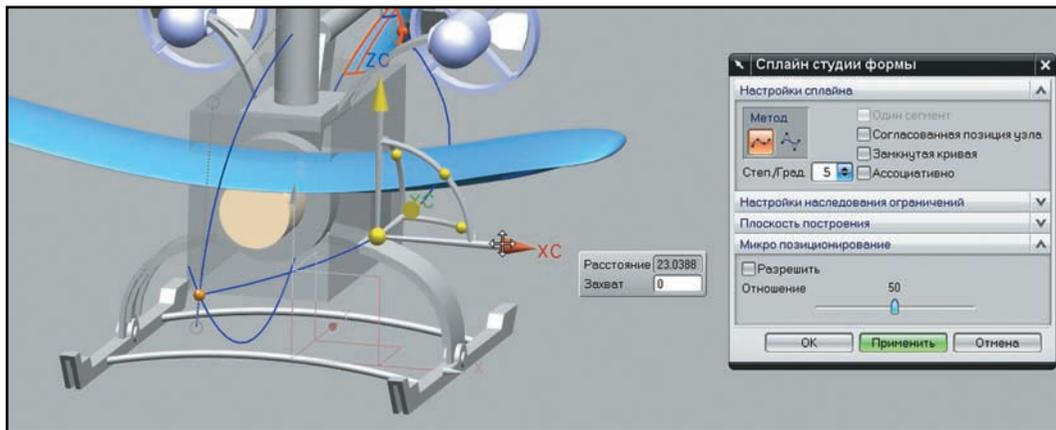

Рисунок 3.34 Ручное позиционирование точки сплайна
- Выделите вторую точку сплайна и с помощью маркеров перемещения сдвиньте её вдоль оси **XС** примерно так, как изображено на рис. 3.34, и после этого завершите построение сплайна нажатием кнопки **ОК**.